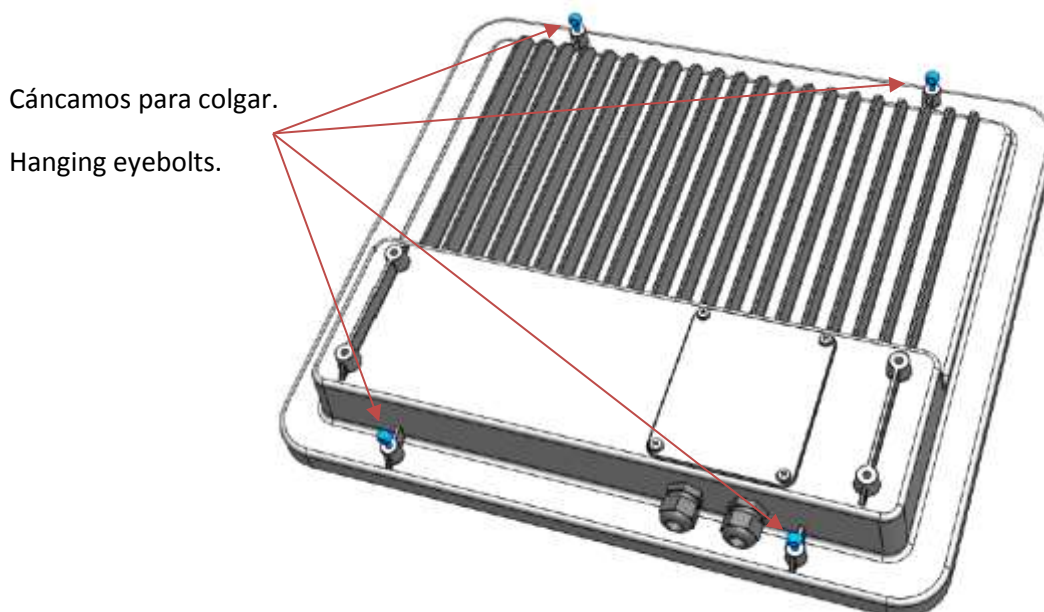

Fig. 7
- Para colgar de techo el proyector, utilizar los cáncamos suministrados, de tipo DIN 444 – LA M5x30 -16N. Sobre los cáncamos, usar sirga de cable de acero (No suministrada). Ver fig. 7.
- To hang the projector, use the four supplied eyebolts type DIN 444 – LA M5x30 – 16N. Use steel cable with eyebolts (Not supplied). See Fig. 7.